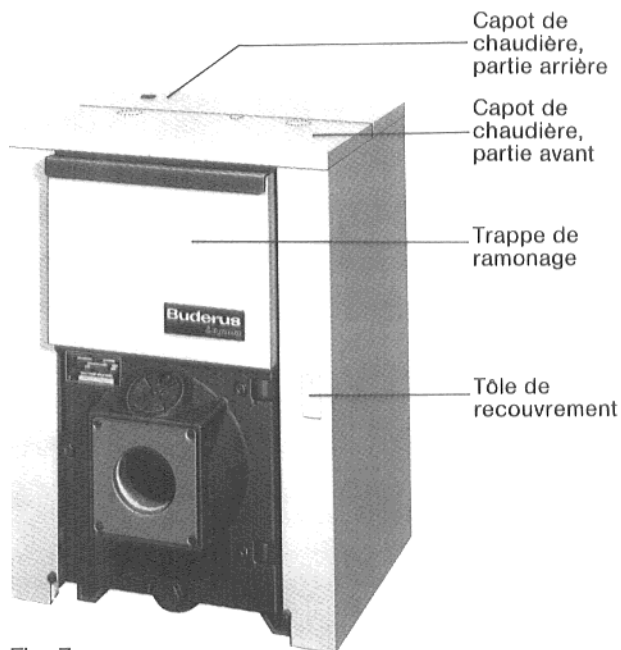

Fig. 7
5.1 Enlever la trappe de ramonage vers le devant (Fig. 7).
5.2 Enlever les capots de chaudière, parties arrière et avant, pour ce faire dévisser les vis Parker en avant à la traverse et en arrière au panneau arrière (voir Figs. 7 et 8).